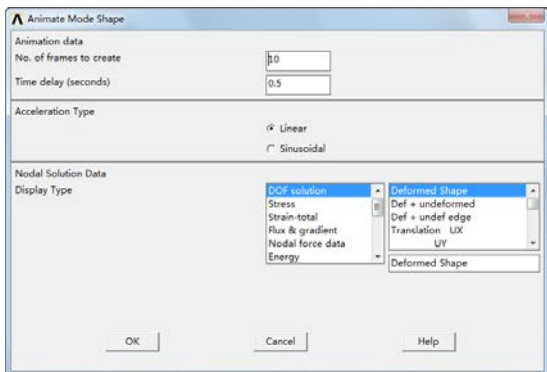
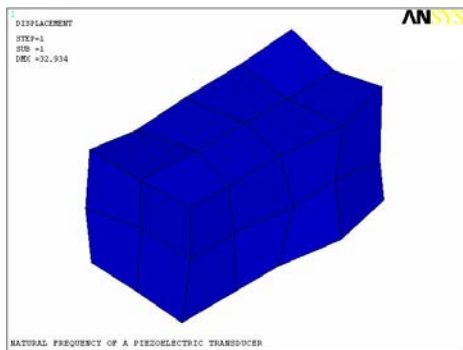
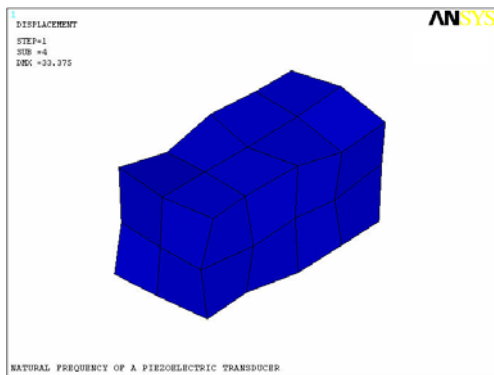
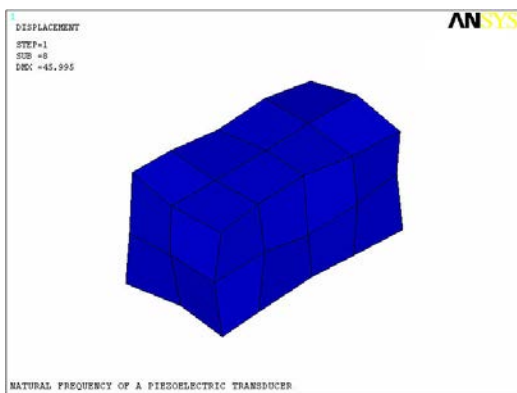

图 10-35 振型动画显示控制对话框
图 10-36 一阶振型截图显示
图 10-42 四阶振型截图显示
图 10-43 八阶振型截图显示
③显示一阶振型的动画：Utility Menu > PlotCtrls > Animate > Mode Shape，弹出“Animate Mode Shape”对话框，如图 10-35 所示，单击“OK”按钮接受默认选项，将出现一阶振型的动画图，界面如图 10-36 所示。
③ 显示四阶振型的动画：Utility Menu > PlotCtrls > Animate > Mode Shape，弹出对话框，如图 10-35 所示，单击“OK”按钮接受默认选项。屏幕将出现四阶振型的动画图，界面如图 10-42 所示。
⑥显示八阶振型的动画：Utility Menu > PlotCtrls > Animate > Mode Shape，弹出如图 10-35 所示对话框，单击“OK”按钮接受默认选项。屏幕将出现八阶振型的动画图，界面如图 10-43 所示。
⑦退出求解器：Main Menu > Finish。